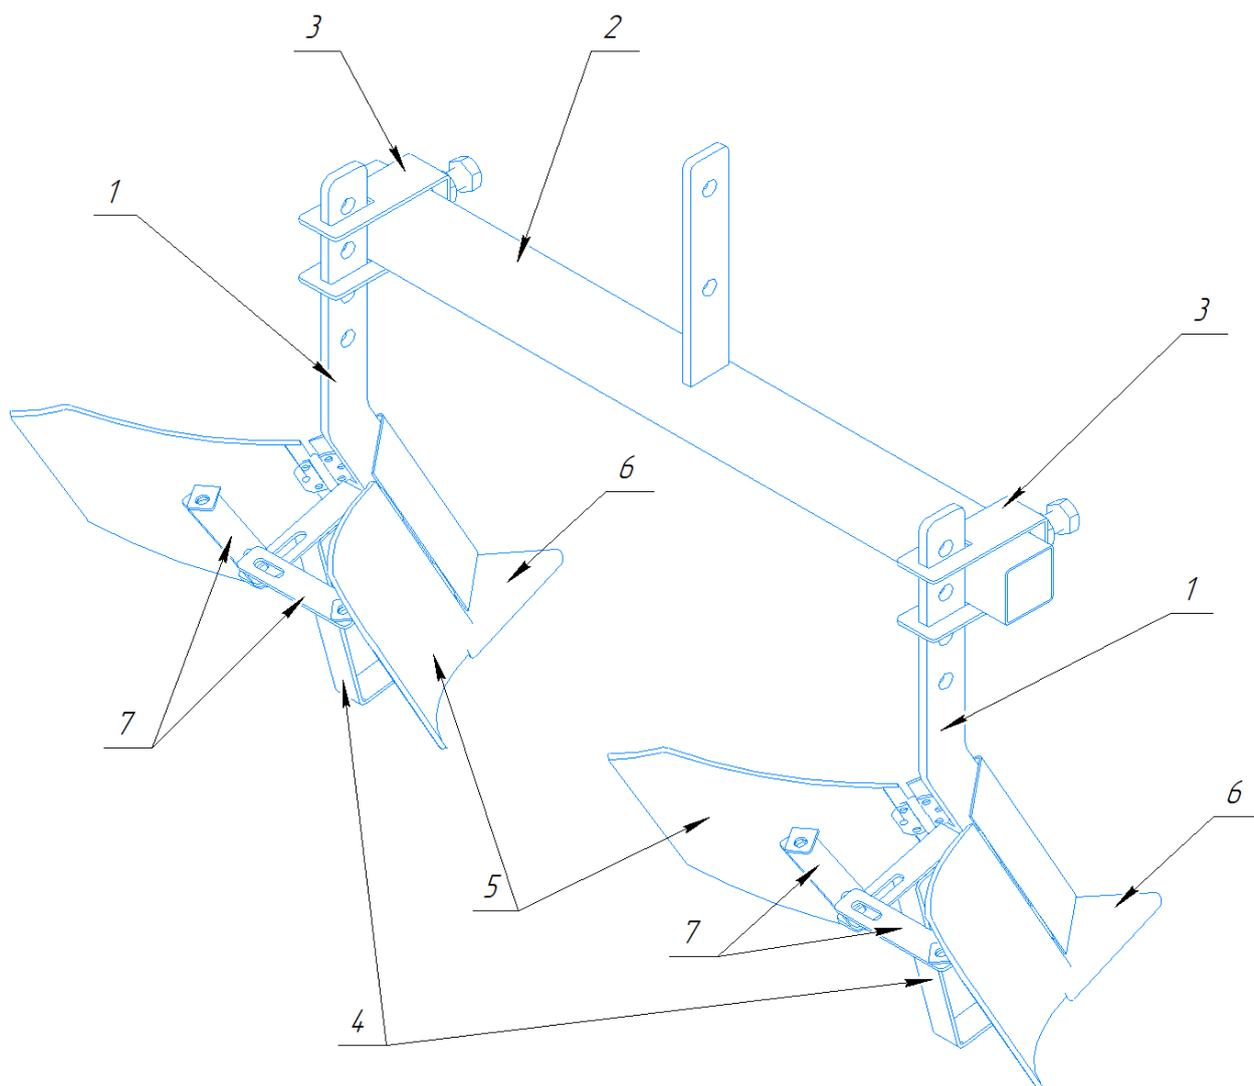

Рисунок 1 – Окучник ОД-3
5.1 При первичной обработке междурядий пропашных культур отвалы 5 окучника (рисунок 1) максимально сузьте.